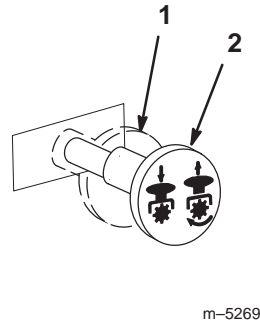

Figure 10
3. Placez la commande de prise de force (PdF) en position débrayée (Fig. 10).